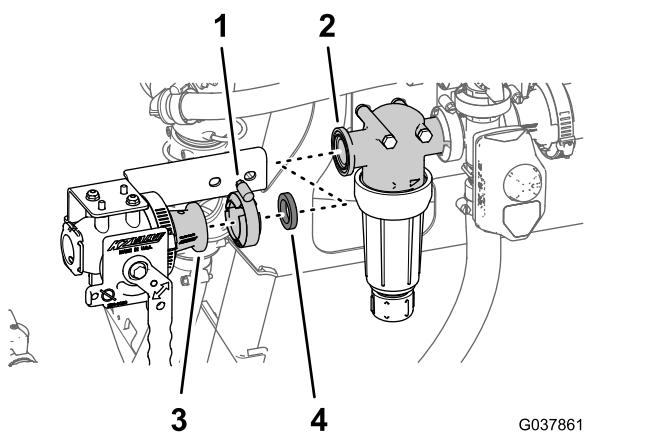

图63
4. 将清洁加药器切断阀的法兰和垫片 25 x 35mm 与滤头的法兰对齐 图63。
6. 用法兰夹具 4064mm 将清洁加药器切断阀组装到滤头上 图63。